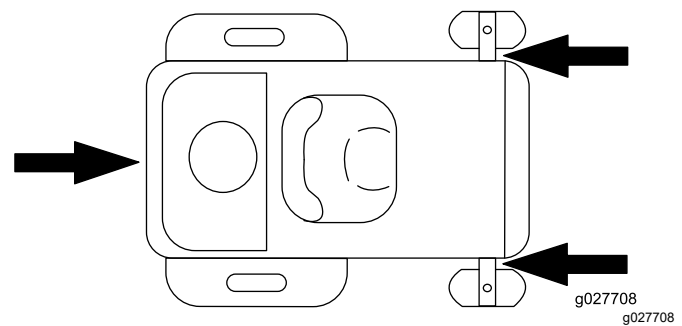

Figura 26
- Sujete la máquina firmemente al remolque o al camión con cadenas, correas, cables o cuerdas. Utilice únicamente los puntos de amarre designados del cortacésped, como se muestra en la Figura 26. Use estas ubicaciones incluso cuando transporte el cortacésped con un accesorio acoplado. Si usa ubicaciones no